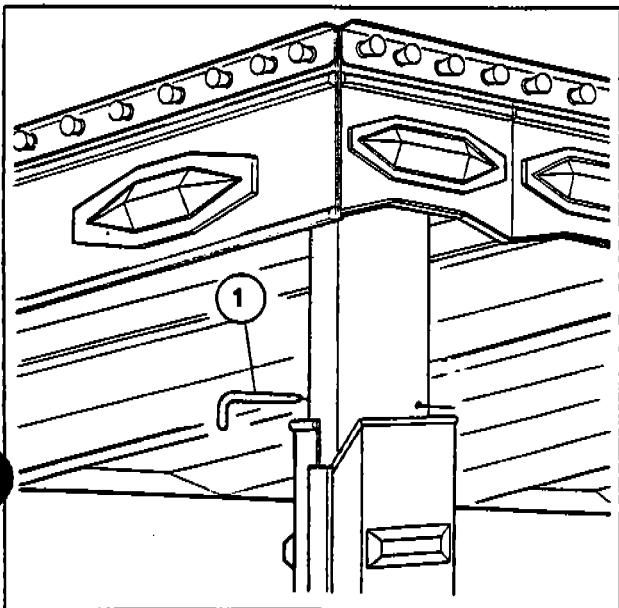

Fig. 15
- b) Bloccare il tetto nella posizione «ALZATA» inserendo le spine di fermo (1-Fig. 15).